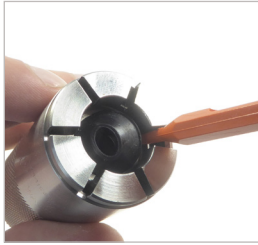

Figure 9
- ▶ Tirer le manchon coulissant (pos. 1) en arrière. Les mâchoires de serrage s'ouvrent.
- ▶ Soulever le joint frontal (pos. 7) avec l'extracteur de joint torique WEH® réf. E98-101969 et le retirer de la gorge. (Figure 9).